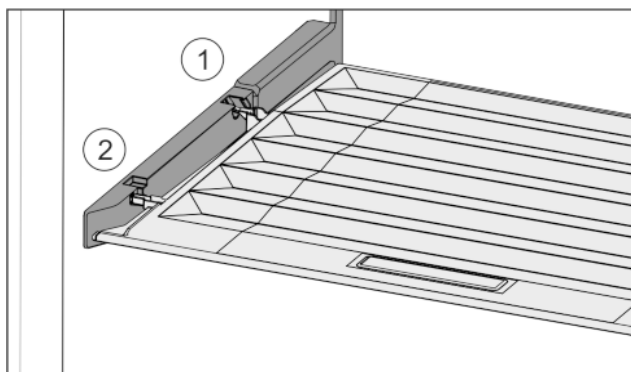

Fig. 33
- ▶ Ramiona pokrywy wprowadzić ponad otworem tylnego uchwytu Fig. 33 (1) i zazębić z przodu w uchwycie Fig. 33 (2).